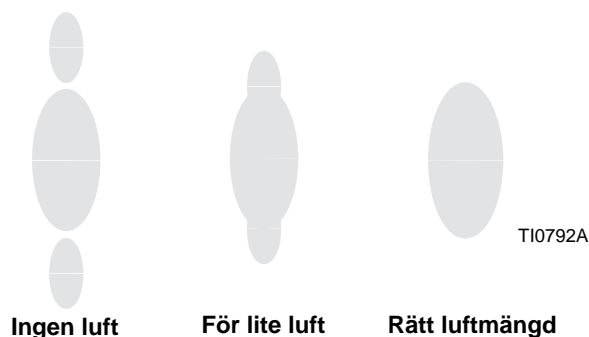

FIG. 15
5. Ställ in sönderdelningslufttrycket till cirka 3,5 kPa, 0,35 bar, när pistolen aktiveras. Kontrollera sprutmönstret och öka sedan lufttrycket sakta tills svansarna sönderdelas helt och dras in i sprutmönstret. Se FIG. 15. 4,9 till 7,0 kPa, 0,49 till 0,7 bar lufttryck är normalt tillräckligt för att sönderdela svansarna, särskilt för material med låg viskositet. Ställs lufttrycket för högt avlagras färg på luftmunstycket och effektiviteten minskar. Överskrid inte 0,7 MPa, 7 bar lufttryck till pistolen.